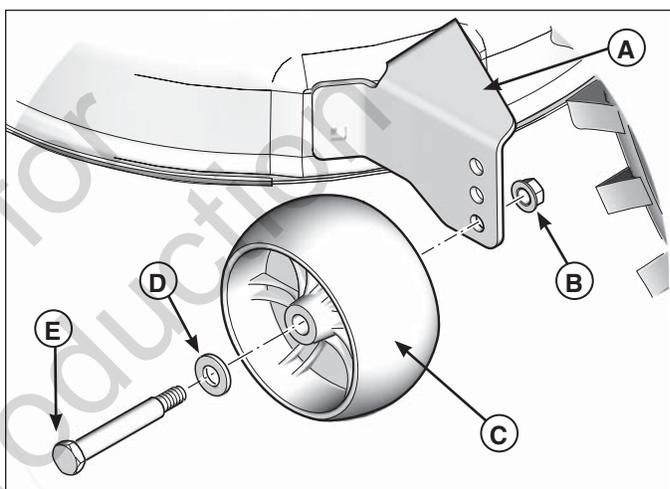

Figure 9. Réglage de roulette-guide à support fixe
1. Déposer l'écrou-frein (B, Figure 9), la roulette-guide (C), les rondelles (D) et la vis à épaulement (E). Placer la roulette-guide à la hauteur souhaitée.
2. Faire passer la vis à épaulement (E) à travers les rondelles (D), la roulette (C) et le support de roulette (A). Fixer avec l'écrou-frein (B). Répéter les étapes 1 et 2 pour toutes les roulettes-guides.